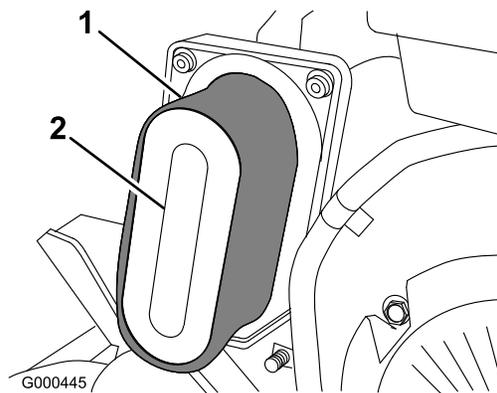

Figura 28
3. Si el elemento de gomaespuma está sucio, sepárelo del filtro de papel (Figura 28). Límpielo a fondo.